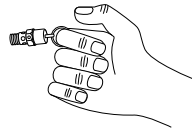

Figura 5
- b. Use gafas de seguridad y protección para los oídos, tire el anillo de la válvula de seguridad para liberar la presión del tanque del compresor. Protéjase del aire que se libera rápidamente; no permita que vaya directamente a su rostro (consulte la figura 5).